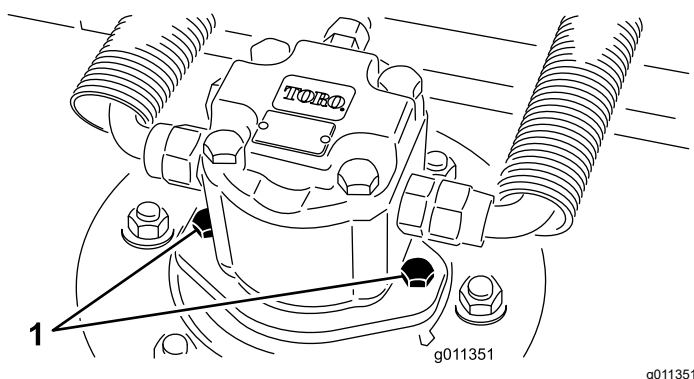

Figura 119
2. Desconecte y retire el motor hidráulico de la unidad de corte (Figura 119). Tape la parte superior del eje para evitar la contaminación.
3. Instale el motor hidráulico en la unidad de corte (Figura 119). Asegúrese de que la junta tórica está correctamente colocada y que no está dañada.